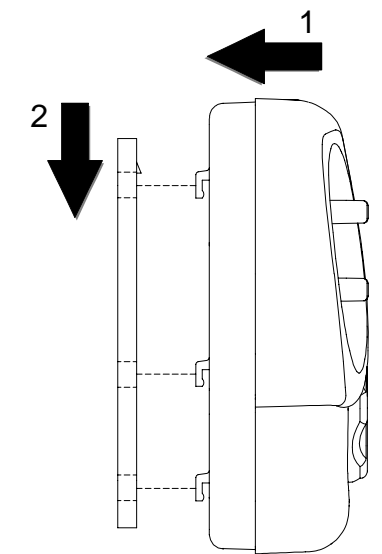

Fig. 4: **Inserimento termostato sulla piastra / How to snap the thermostat on its plate**
2. Detach the plate fixed at the thermostat back by pressing the plastic tooth shown in Fig. 4 and, at the same time, pull the plate to the bottom until it becomes free from the plastic base.
4. Mount the thermostat base on the wall plate by fitting the base teeth in the relevant holes on the wall plate, then apply a slight pressure towards the bottom until the plate fixing tooth snaps (Fig. 4).
2. Sganciare la piastra attaccata alla base del termostato spingendo il dentino plastico indicato in Fig. 4 e, allo stesso tempo, spingere la piastra verso il basso fino a liberarla dalla base.
4. Attaccare la base del termostato alla piastra facendo dapprima coincidere i dentini della base con gli appositi fori della piastra e successivamente esercitare sulla base una pressione verso il basso fino a far scattare il dentino plastico della piastra (Fig. 4).